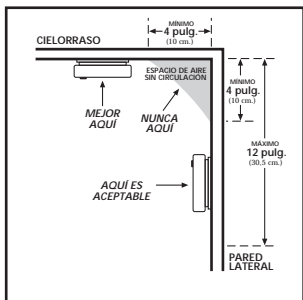

FIGURA 1
- Al instalar una alarma en el cielo raso, colóquela a una distancia mínima de 4 pulg. (10 cm) de la pared lateral (consulte la Figura 1).
- Al instalar la alarma en la pared, use una pared interior con el borde superior de la alarma a un mínimo de 4 pulg. (10 cm) y un máximo de 12 pulg. (30.5 cm) bajo el cielo raso. (Consulte la Figura 1).
el extremo superior de la alarma a un mínimo de 4 pulg. (10cm) y un máximo de 12 pulg. (30,5cm) bajo el cielo raso (consulte la Figura 1).